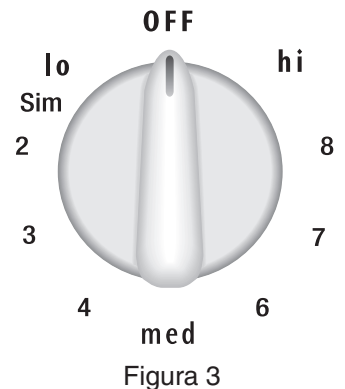

Figura 3
2. Presión y Gire la perilla en cualquier dirección para ajustar el elemento a la temperatura deseada (Figura 3). Se recomienda comenzar la cocción siempre por la intensidad más alta y reducir al final de la cocción. Cada elemento radiante provee un calor constante a cada ajuste. Si una luz roja excede la superficie de la olla o sartén, esto indica que los utensilios de cocina elegidos son muy pequeños en comparación con el diámetro del elemento.